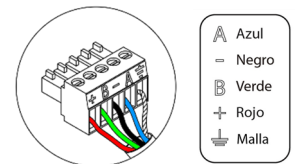

Fig. 35
Para la conexión al bus de conexión Airzone de la central ⑤ dispone de 1 borna de 5 pines. Fije los cables con los tornillos de la borna respetando el código de colores (Fig. 35).